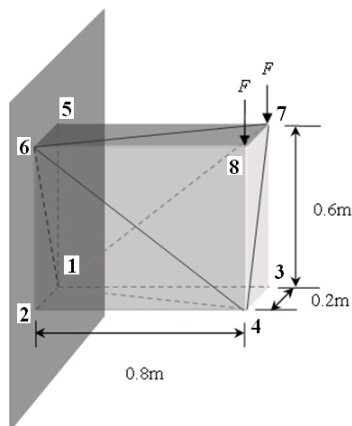

图 1 一个空间块体的分析
如图 1 所示的一个块体，在右端面上端点受集中力  $F$  作用。基于 MATLAB 平台，计算各个节点位移、支反力以及单元的应力。取相关参数为： $E=1 \times 10^{10} \text{ Pa}$ ,  $\mu=0.25$ ， $F=1 \times 10^5 \text{ N}$ 。在 ANSYS 平台上，完成相应的力学分析。
**解答：**计算分析模型如图 1，下面同样采用 5 个 4 节点四面体单元对该构进行分析。